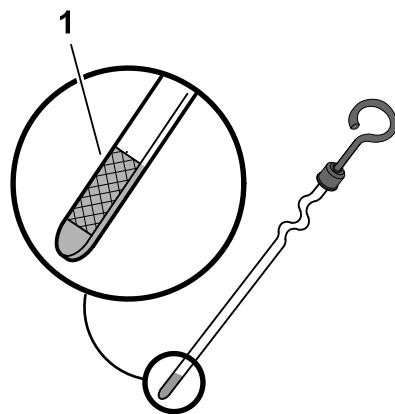

Figura 30
4. Insira a vareta completamente no tubo da vareta (Figura 30).